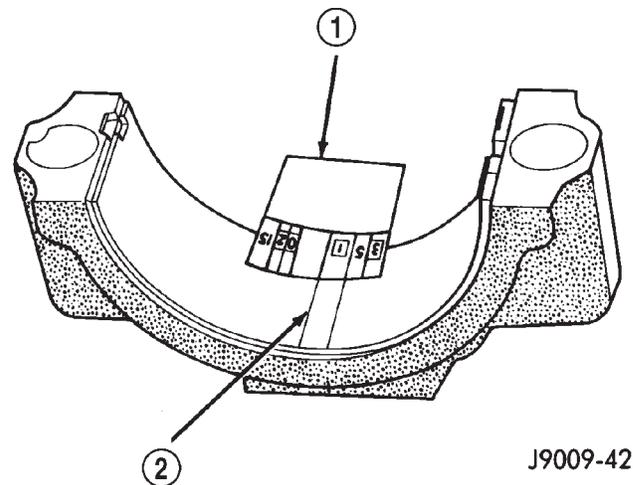

Abb. 23 Lagerpiel mit Plastigage messen
(5) Lagerdeckel und Pleuel auf dem Lagerzapfen montieren und Schrauben mit einem Anzugsmoment von 27 N·m (20 ft. lbs.) und einer zusätzlichen 90°-Drehung festziehen. Pleuellager NICHT drehen. Dadurch verschmiert der Plastigage-Faden, was zu einer ungenauen Anzeige führt.
(6) Lagerdeckel abbauen und das Spiel zwischen Lager und Lagerzapfen durch Messen der Breite des flachgedrückten Plastigage-Fadens bestimmen (Abb. 23). Zum vorgeschriebenen Spiel siehe "Technische Daten" des Motors. **Die Messung mit Plastigage muß auf der gesamten Breite der Lagerschale das gleiche Spiel ergeben. Wenn das Spiel nicht gleichmäßig ist, ist der Lagerzapfen kegelig, das Pleuel verbogen oder Fremdmaterial sind zwischen Lagerschale und Lagerdeckel bzw. Pleuel eingeschlossen.**
(7) Wird das richtige Spiel angezeigt, brauchen die Lagerschalen nicht ausgetauscht zu werden. Plastigage-Streifen von Pleuellagerzapfen und Lagerschale entfernen. Die Montage fortsetzen.